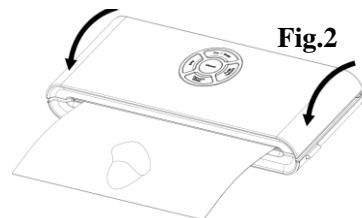

Fig.2
4. Bruk begge hender, og trykk dekselet ned på begge sider til du hører at det klikker på plass på begge sider – Fig. 2